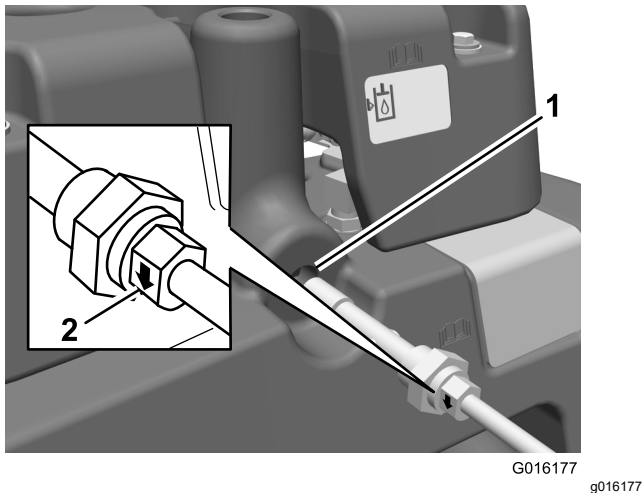

図 11
19. メイン油圧タンクからプラグを取り外す (図 11)。
20. 油圧オイルレベルセンサーに O リングを取り付けて油圧オイルタンクに取り付ける (図 11)。
**重要** 油圧オイルレベルセンサーを固定するナットの両側にあるインジケーター矢印が下向きになるようにする (図 11)。